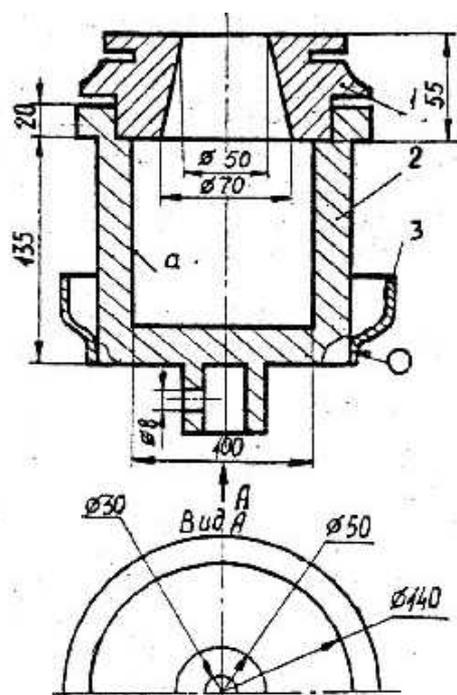

Рис. 10. Учебный узел 10
*Рис. 10.* Заготовку детали 1 (материал КЧ 45-7, производство массовое) получить литьем, припуски назначить на все поверхности. Заготовку детали 2 (материал сталь 40, производство массовое) выполнить горячей объемной штамповкой, припуски нанести на внутренние поверхности и торцевую поверхность со стороны детали 1. Обработать резанием поверхность "а", отверстие диаметром 30 мм детали 2 и внутренний конус детали 1. Сварить детали 2 и 3 (производство массовое). Материал детали 3 - листовая сталь толщиной 0,8 мм, сварной шов не требует герметичности.